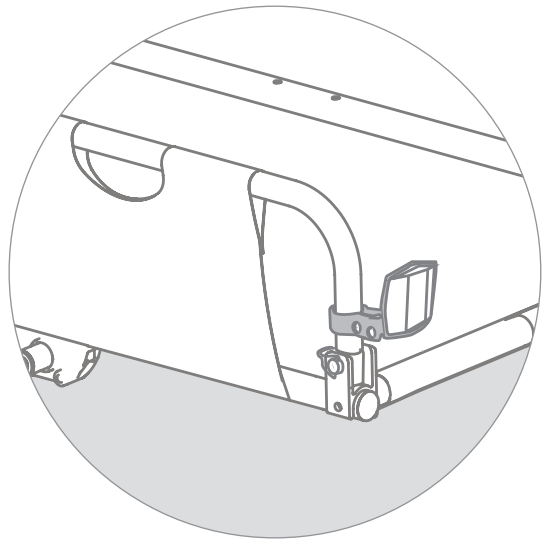

Figure 5
2. Mount red reflectors/brackets horizontally on rear corners of side panel rail tubes (Figure 5).
2. Die roten Reflektoren/Klammern horizontal an den hinteren Ecken der Rohre der Seitenwände anbringen (Abb. 5).
2. Montez les supports / réflecteurs rouges horizontalement, sur les coins arrière des tubes du rail du panneau latéral (Figure 5).